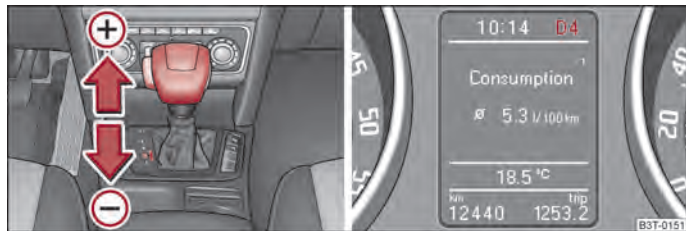

Fig. 128 Palanca selectora: cambio manual/pantalla informativa: cambio manual
La posición de la palanca selectora se visualiza junto con la marcha puesta en la pantalla informativa del cuadro de instrumentos combinado ⇒ fig. 128 - lado derecho.
- Presione ligeramente la palanca selectora (en la posición Tiptronic) hacia adelante ⇒ fig. 128 (+).